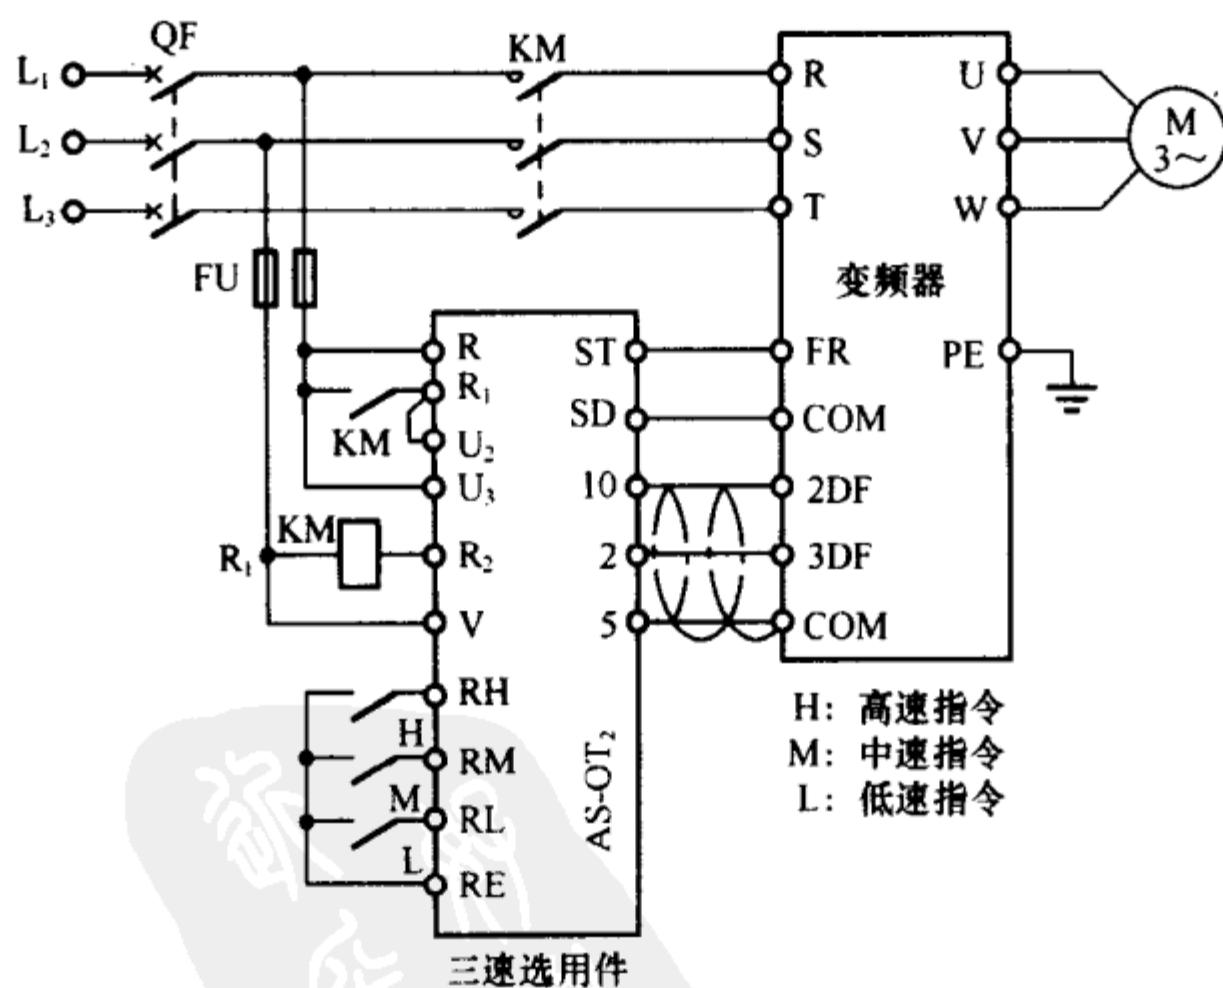

图 48 附带三速选用件的三速运行线路
(1) 线路之一。如图 48 所示, 该线路中变频器附带三速选用件。